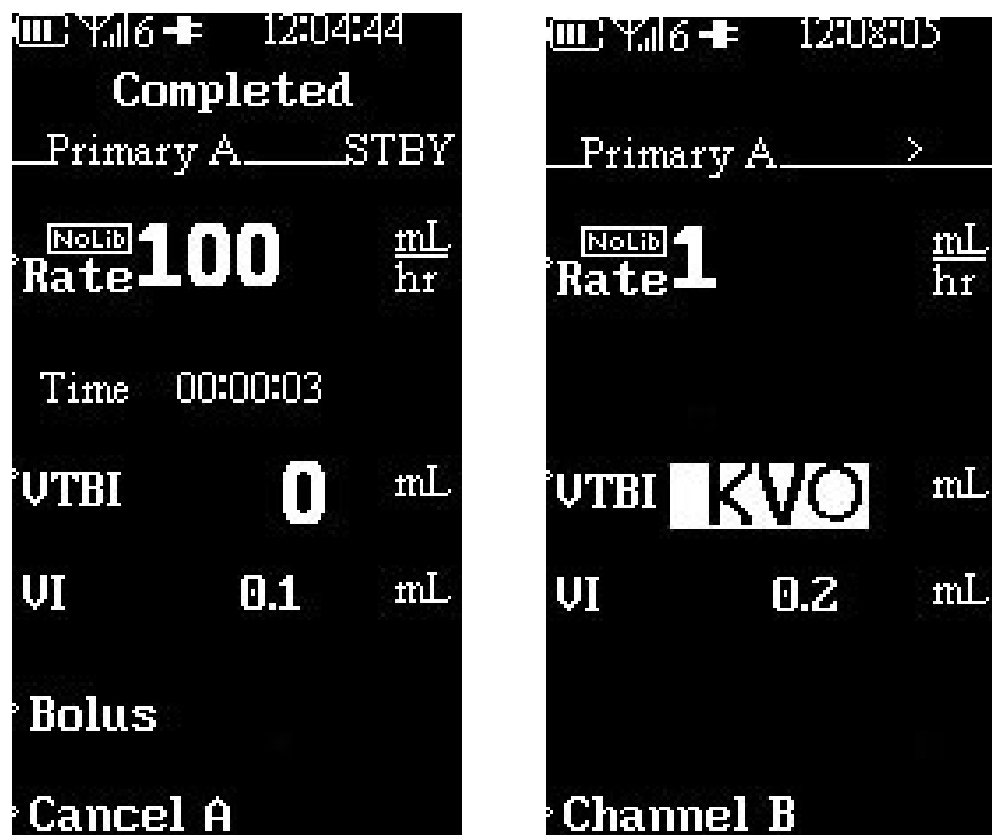

Figura 4-10. Schermata di velocità KVO (funzione anti-ostruzione vene)
4.7.3 Velocità KVO (funzione anti-ostruzione vene). La pompa per infusione per IRM MRidium™ 3860 sarà impostata, come opzione predefinita, su una velocità KVO (funzione anti-ostruzione vene) preimpostata (**Vedere Figura 4-10**) quando il conteggio relativo al Volume da infondere relativo all'Infusione principale procede verso il valore 0 ml. Quando il valore del volume da infondere è pari a 0 ml, l'infusione passa automaticamente alla velocità KVO configurata, con KVO lampeggiante nell'area VTBI, oppure resta impostato sul valore della portata principale programmata, a seconda di quale sia il valore minore dei due. Questa velocità KVO può essere impostata su un valore che varia tra 0 e 5 ml/hr dal Menu Impostazione funzionalità speciali, in base alla politica della struttura sanitaria in questione. Procedere come segue per regolare la velocità KVO: